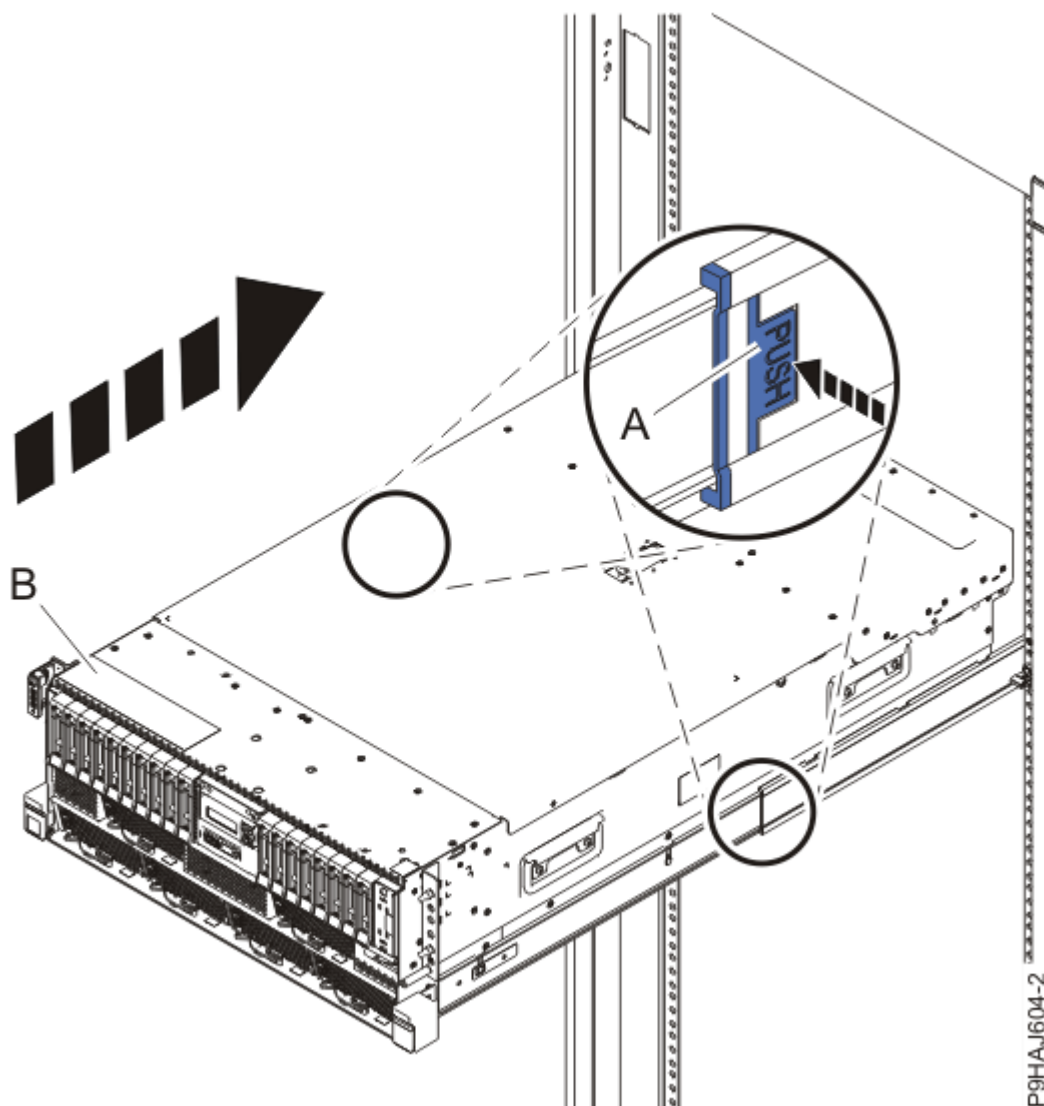

Figure 40. Mise en position de fonctionnement du système
3. Pour un système monté en armoire, déverrouillez les loquets de sécurité bleus **(A)** en les poussant vers l'intérieur, comme illustré dans la Figure 40, à la page 55.